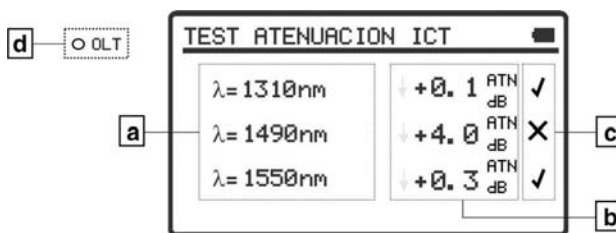

Figura 7.- Pantalla TEST ATENUACIÓN ICT.
- 3.- Pulse **SEL**  [4] para entrar en la función (ver figura 7).